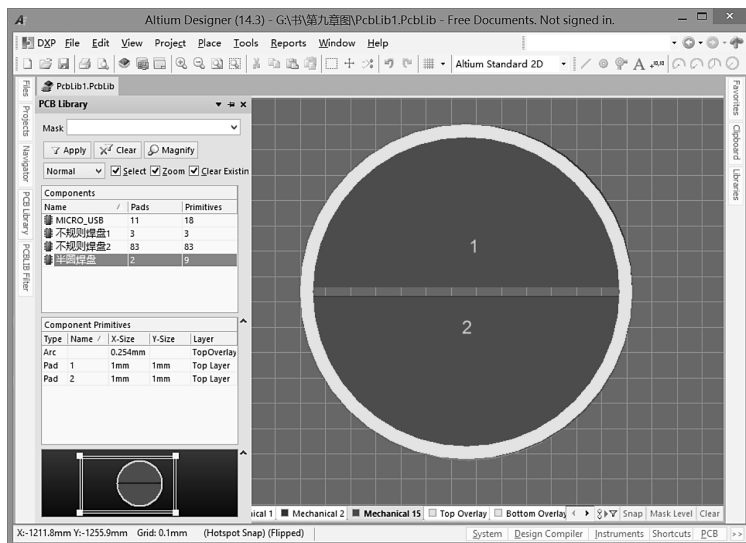

图 9-4-8 制作好的焊盘
(4) 将 Top Paste、Top Solder 和 Top Layer 中各自的上半圆叠放在一起，然后再将各自的下半圆叠放在一起，并放入丝印层的圆中，并让上、下半圆留出一定距离，把两个焊盘分别放置在上、下半圆中，将这个自建的库添加到 Libraries 里，以便将其放到 PCB 文件中，如图 9-4-8 所示。